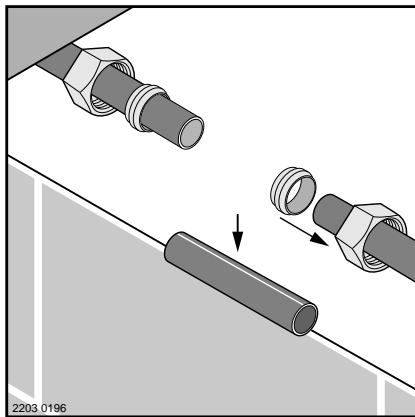

Figura 2
- Paso 2. Cierre el suministro de agua y abra la llave de un lavabo del segundo piso de la casa y la de un lavabo del sótano para drenar las líneas de agua. Mida y corte la línea de agua (Figura 2).
- Paso 3. Coloque la tuerca compresora y la férula correspondiente en cada extremo de la tubería. Si la línea de agua es de 1/2 pulgada, use las férulas de goma; si es de 3/4 de pulgada, use las férulas de bronce (Figura 2).